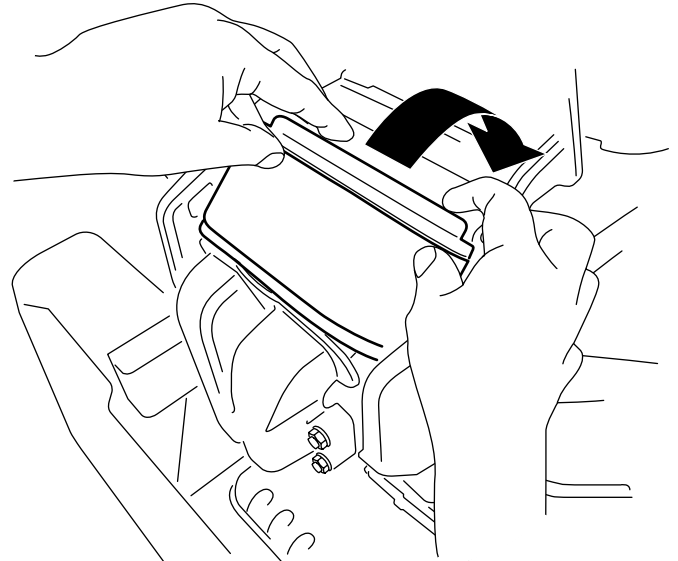

Figure 43
3. Tournez le filtre vers le bas dans la chambre et appuyez-le parfaitement contre le collecteur (Figure 43).